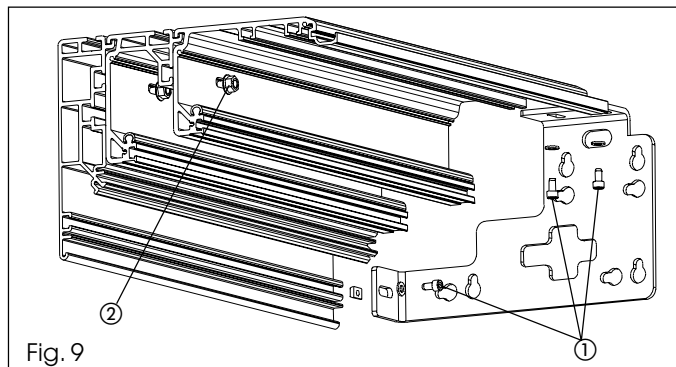

Fig. 9
De dwarsbalk van het automatische systeem met zelfdragend profiel kan aan de twee uiteinden worden vastgezet met behulp van de als accessoire geleverde beugels voor de zijkanten (fig. 9).
•Breng de plaatjes in de behuizingen aan en zet de zijplaten vast met de drie bevestigingsschroeven M6 (fig. 9 ref. ①).
•Blokkeer de montagebouten op hun plaats met de desbetreffende moeren (fig. 9 ref. ②).